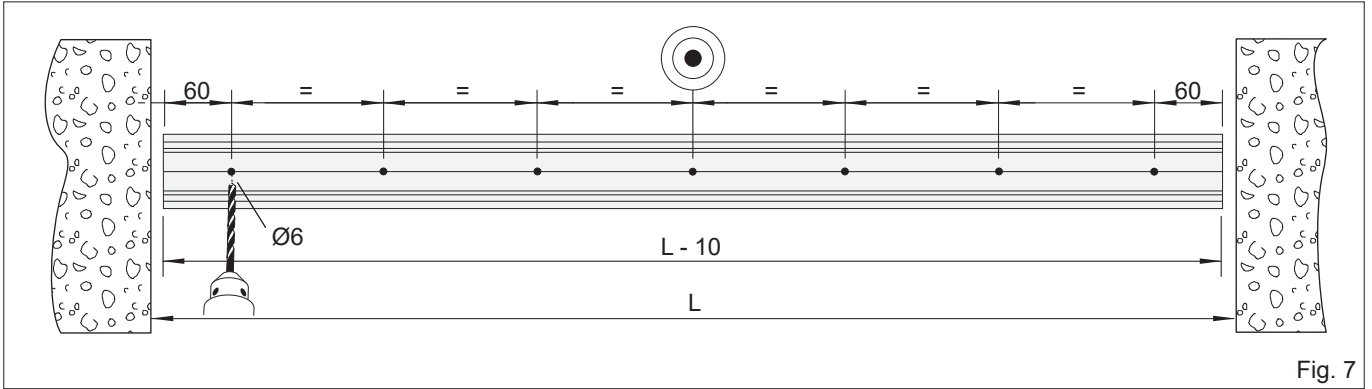

Fig. 7
- Tagliare il profilo [5] alla dimensione L-10 e forare come indicato in fig. 7.